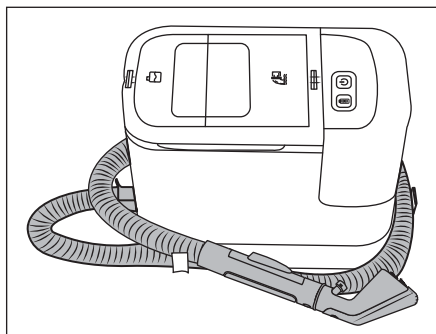

Fig. 10
- ℹ **Remarque :** (1) Videz le réservoir d'eau propre 2 si vous n'utilisez pas l'appareil pendant une période prolongée. (2) Rangez l'appareil uniquement lorsqu'il est propre. Suivez pour cela la description au chapitre **Nettoyage et entretien**.
- ◆ Retirez le support de flexible 15 de l'appareil. Enroulez le flexible de pulvérisation/aspiration 19 autour de l'appareil et servez-vous en même temps des supports de flexible 15/16 (voir fig. 10).